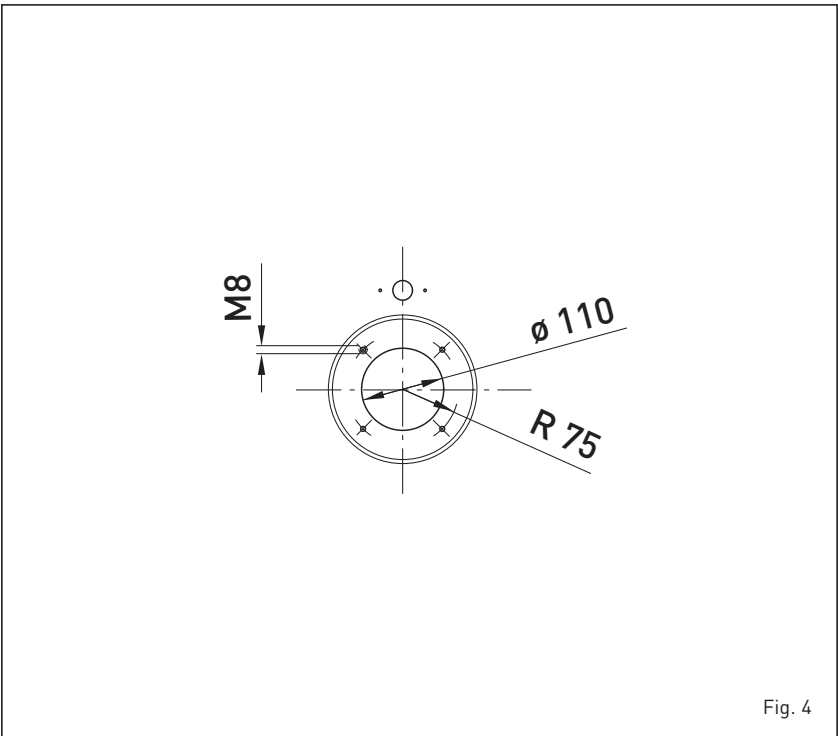

Fig. 4
1.7.2 Montagem dos queimadores (fig. 4)
A porta da caldeira é fornecida preparada para a montagem do queimador (fig. 4). Os queimadores devem ser regulados de tal modo que o valor de CO₂ seja aquele indicado ao ponto 1.3 com uma tolerância de ± 5%.